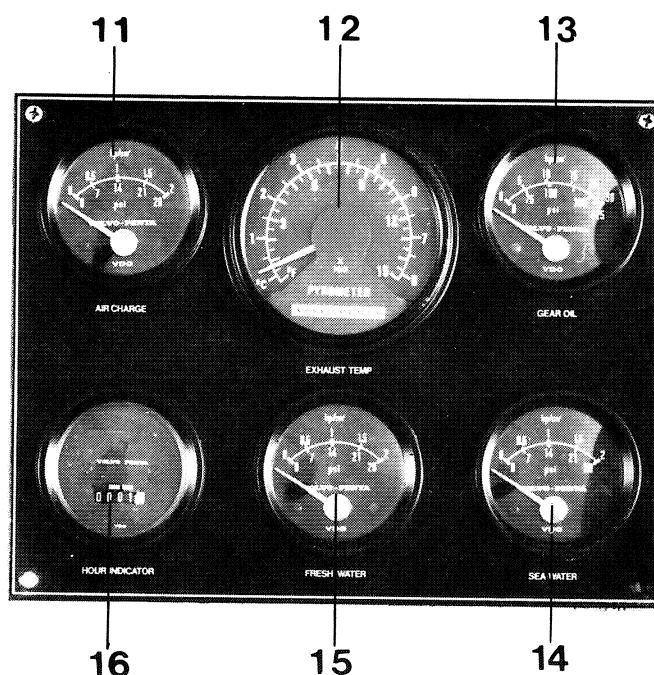

Fig. 15. Instruments, tableau de bord supplémentaire
- 4. Tableau de bord supplémentaire (voir fig. 15)